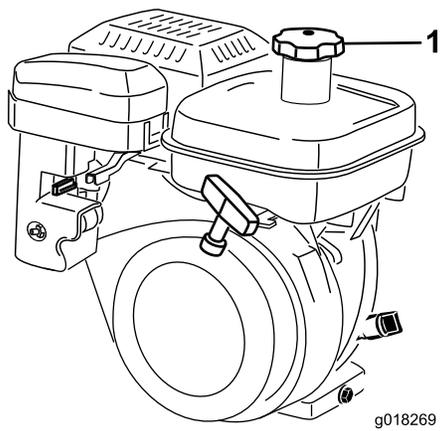

Figura 25
1. Pulite intorno al tappo del serbatoio carburante e togliete il tappo dal serbatoio (Figura 25). Riempite il serbatoio del carburante fino a un livello non superiore alla parte inferiore della griglia del filtro.